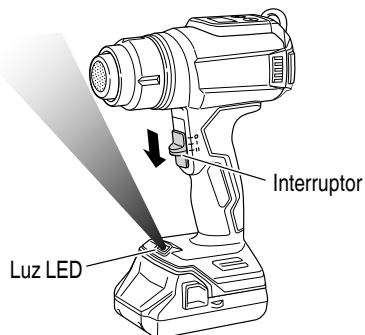

Fig. 11
- Cómo usar la luz LED (Fig. 11)